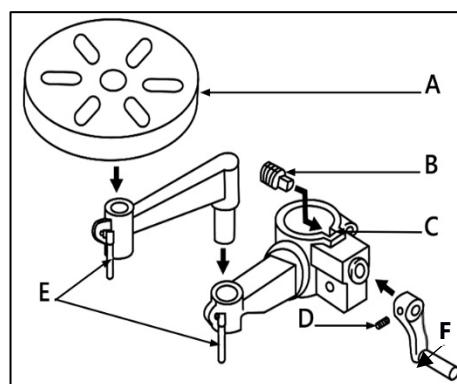
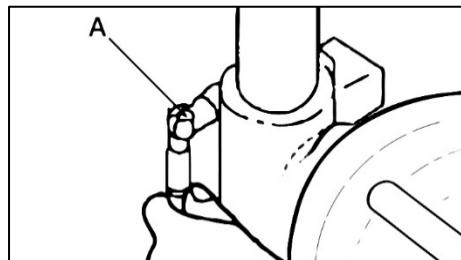

Рисунок 5.
Рисунок 6.
Вставьте вал (B) (рис. 5) червячной передачи в паз (C) кронштейна стола до упора. Наденьте рукоятку (F) на вал (B) и закрепите ее с помощью установочного винта (D).
Для сборки рабочего стола, ослабьте рукоятки фиксации (E) и соедините детали согласно рис. 5. Затяните рукоятки.
Установите рукоятку фиксации рабочего стола (А) (рис. 6).
Для перемещения стола вверх – ослабьте рукоятку фиксации (А) и вращайте рукоятку (F) (рис. 5) по часовой стрелке. Для перемещения стола вниз вращайте рукоятку против часовой стрелки. После установки нужного положения затяните рукоятку-фиксатор (А) (рис. 6).